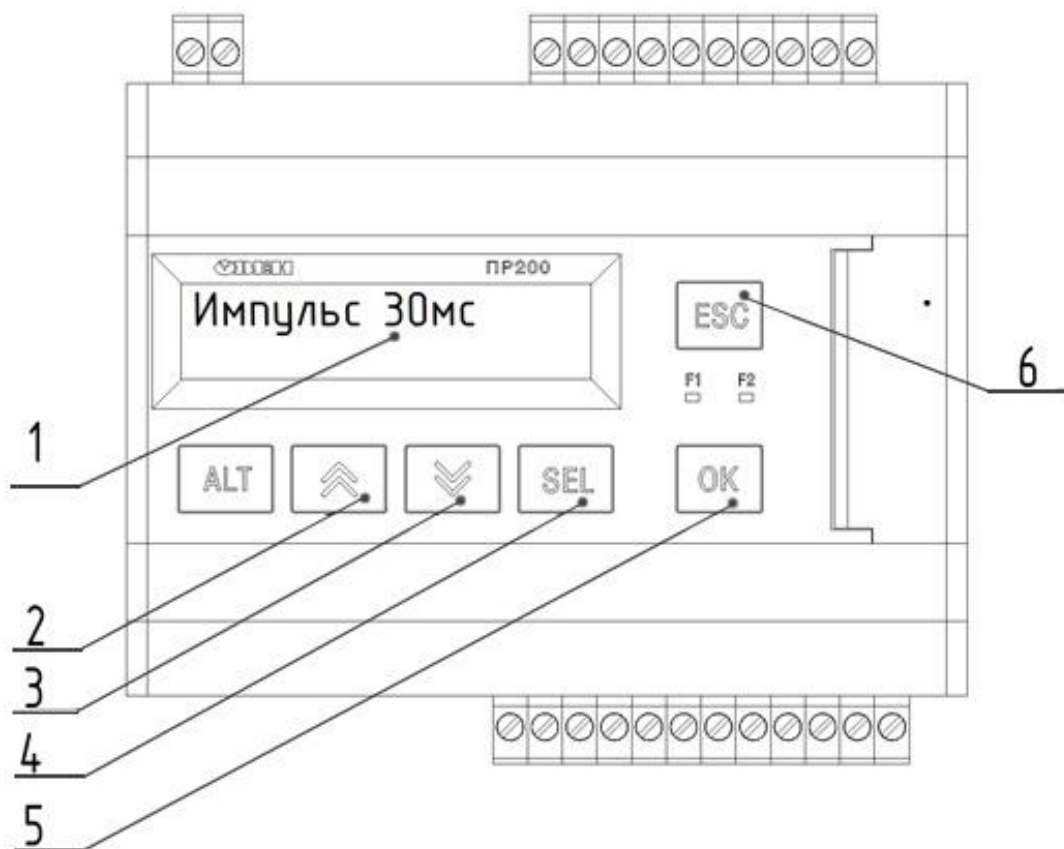

Рисунок 3
3.4.5 Длительность импульса, подаваемого на клапан пневмообрушения, устанавливается на панели контроллера ОВЕН ПР200 (рисунок 3). Для изменения значения импульса, следует нажать клавишу 4 (SEL) и клавишами 2(больше), 3(меньше) установить необходимое значение, сохранить введённые значения клавишей 5(OK).